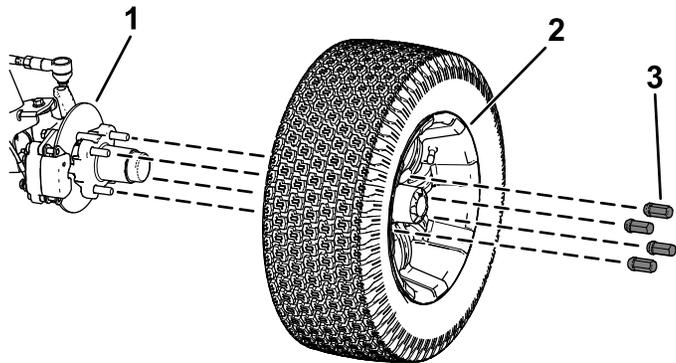

Figure 36
2. Retirez les 4 écrous de roue qui fixent la roue au moyeu (Figure 36).
4. Alignez les trous dans la roue et les goujons du moyeu puis montez la roue sur le moyeu en plaçant la valve à l'extérieur (Figure 36).
5. Fixez la roue au moyeu avec les écrous de roue (Figure 36).